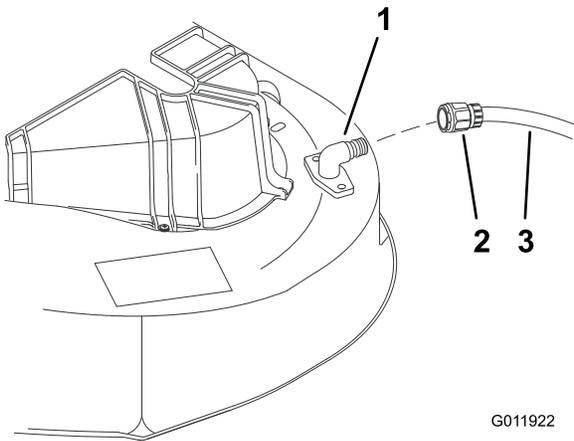

Bild 29
2. Montieren Sie die Schlauchkupplung auf die Kupplung am Mähwerk-Spülanschluss und drehen Sie das Wasser mit starkem Druck auf (Bild 29).